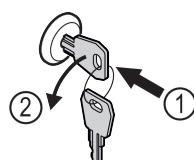

Fig. 159
- Shtyni çelësin brenda. Fig. 159 (1)
- Rrotulloni çelësin me 90° në drejtimin kundërorar. Fig. 159 (2)